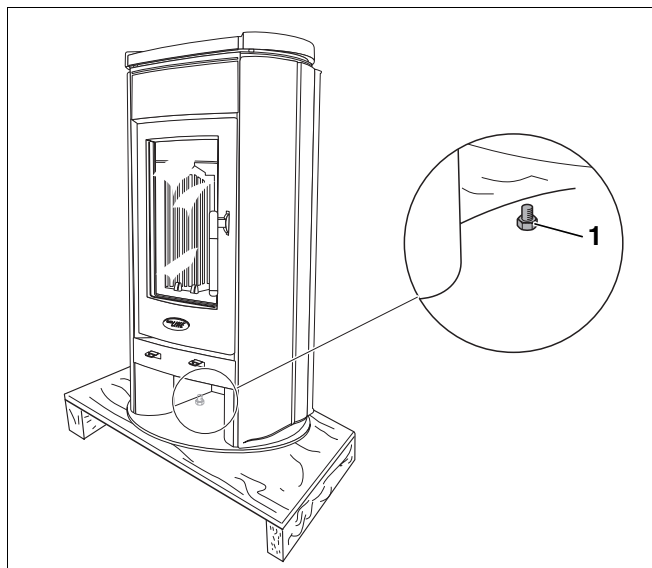

Abb. 8 Transportsicherung lösen
- Der Kaminofen ist auf der Unterseite der Palette gesichert. 2 Muttern im Innenraum des Kaminofens (Abb. 8, **Pos. 1**) lösen.